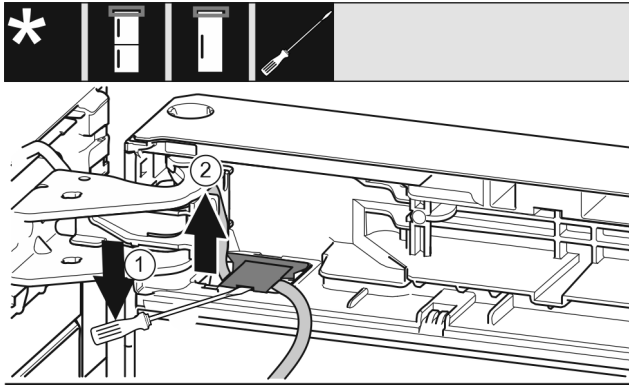

Fig. 8
- ▶ Soulever et retirer le cache à l'aide du tournevis plat. Fig. 8 (1)
- ▶ Retirer le câble. Fig. 8 (2)